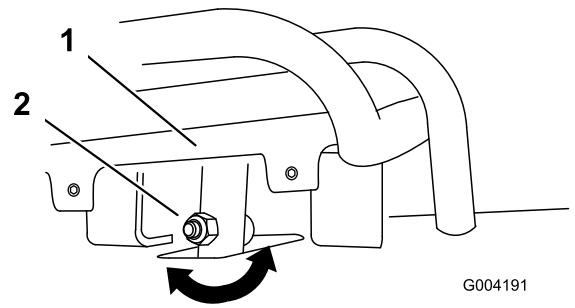
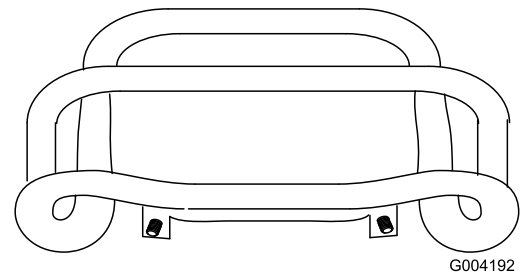

Bild 55
Bild 56
4. Wenn die Vorderseite des Fahrtriebs nicht bündig und gleichmäßig am Anschlagbügel bleibt, lösen Sie die Mutter im Schaft des Fahrtriebs (Bild 55).
5. Stellen Sie den Fahrtrieb so ein, dass er bündig am Anschlagbügel bleibt, wenn er gerade nach hinten gezogen wird (Bild 55 und Bild 56).
- C. Lösen Sie die Bundmutter und die Schraube im Fahrtriebsschaft (Bild 55).
- I. Stellen Sie den Fahrantrieb so ein, dass er bündig am Anschlagbügel bleibt, wenn er gerade nach hinten gezogen wird (Bild 55 und Bild 56).